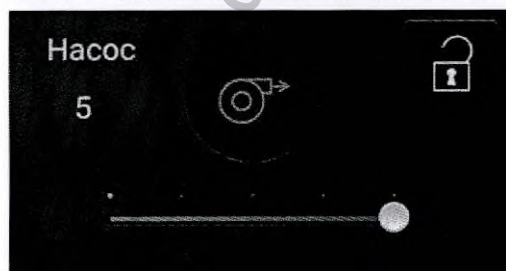

Рис. 5.13
2. Перемещая ползунок под кнопкой насоса, убедитесь, что поток воздуха изменяется (Рис. 5.13).